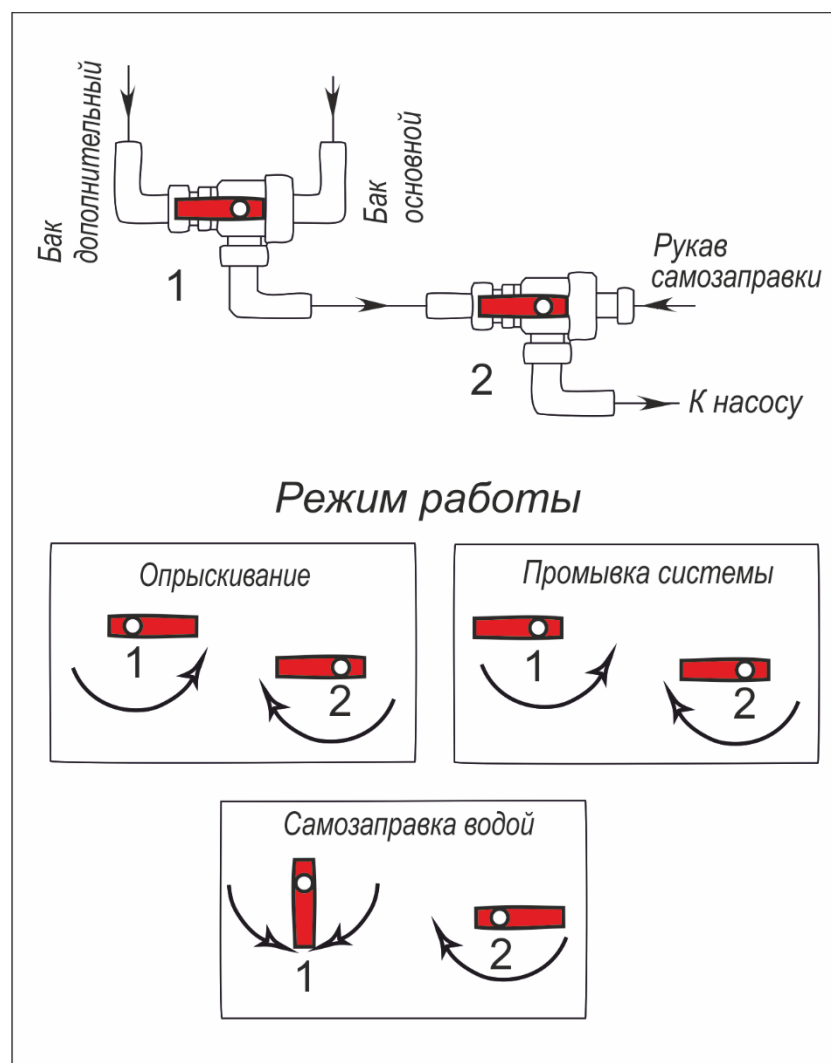

Рис. 12. Положения рукояток трехходовых кранов при различных режимах работы.
5.4.1. Опрыскиватель может работать в следующих режимах (Рис. 12):
- а) Установить рукоятки трехходовых кранов 1 и 2 (*Рис. 12*) в положение «Опрыскивание».
- а) Установить рукоятки трехходовых кранов 1 и 2 (*Рис. 12*) в положение «Промывка системы».